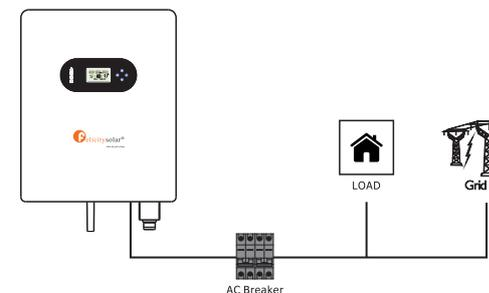

Abb.4.3-2 Anschluss AC-Schalter
1. Auf der AC-Seite sollte der individuelle Unterbrecher zwischen Wechselrichter und Netz, aber vor den Verbrauchern angeschlossen werden. Siehe Abbildung 4.3-2.